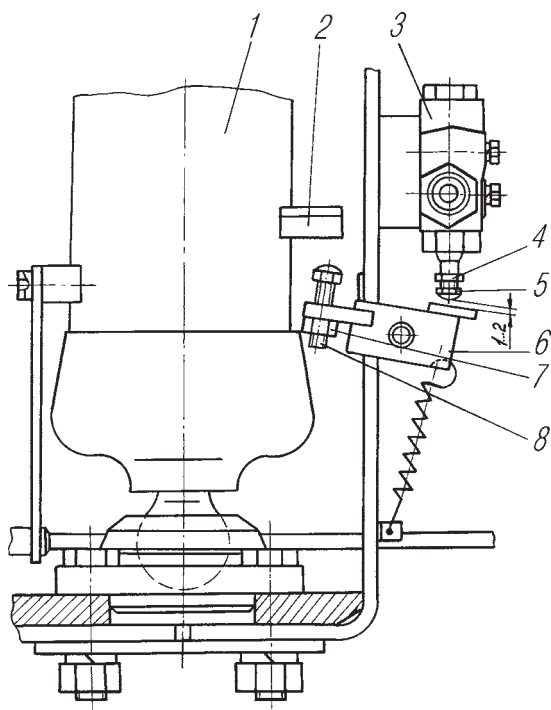

Рис. 104. Регулировка угла подъема платформы:
– проверить свободный ход рычага 6 (рис. 104), который должен быть в пределах 1-2 мм. Регулировка хода производится изменением длины регулировочного болта 5;